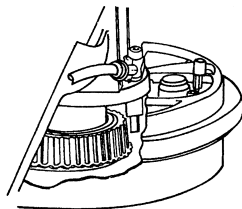

图 1-31 检查后轮齿圈
1)升起后轮,使之离地,用双手转动后轮感觉后轮摆动是否异常。若后轮摆动过大,则需要检查后轮轴承的径向圆跳动,如图 1-31 所示,径向圆跳动标准值为 $\leq 0.05$  mm。